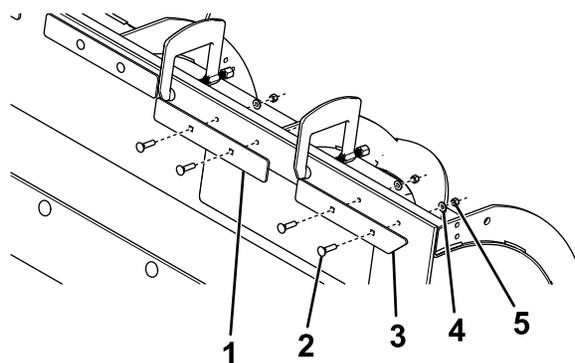

Figure 2
**Remarque:** Si la lame ne comprend pas de trous, servez-vous de la Figure 2 comme guide pour savoir où percer les trous.
4. Fixez les barrettes à 45° dans les trous extérieurs à l'aide de 4 boulons de carrosserie (5/16 po), 4 rondelles (5/16 po) et 4 contre-écrous en nylon (5/16 po), comme montré à la Figure 2.
5. Fixez les barrettes droites dans les trous restants (Figure 2) avec les fixations correctes pour votre chasse-neige indiquées ci-dessous :